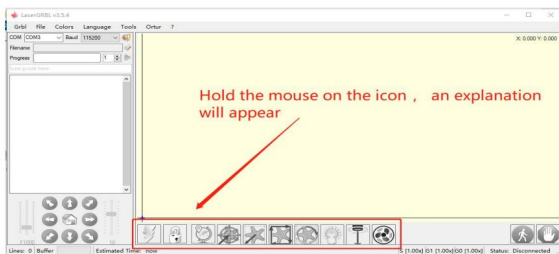

Imagen 5: Botón de software
2. A continuación, cargaremos los botones personalizados en el software LaserGRBL. En el software LaserGRBL, haga clic derecho en el espacio en blanco junto al botón inferior (como se muestra en la Imagen 3) -> Importar botón personalizado. A continuación, seleccione el archivo zip del botón personalizado descargado para importarlo. Mantenga pulsado Sí (Y) hasta que no aparezca ninguna ventana. (Imagen 4, Imagen 5)